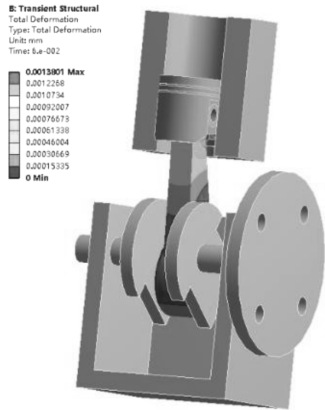
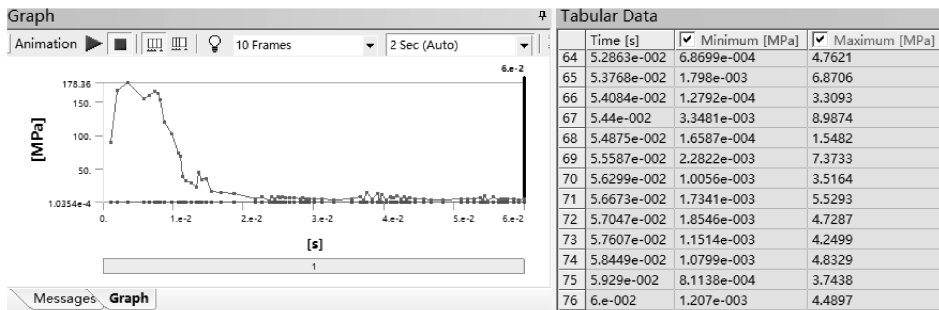

图 5-28 连杆变形云图
图 5-31 连杆运动等效应力轨迹及数据
(1) 在 Mechanical 标准工具栏中单击  Solve 进行求解运算。
(2) 运算结束后，单击【Total Deformation】、【Equivalent Stress】，可以查看连杆的变形和应力云图，如图 5-28 ~ 图 5-31 所示。